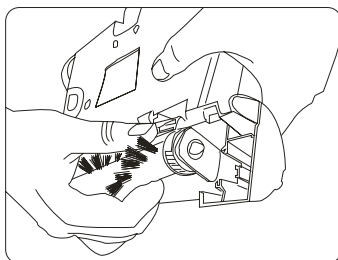

Fig. 13
5. Soulevez le capuchon à l'extrémité de la barre de la brosse pour le sortir de la fente. (Fig. 13)
9. Insérez la barre de la brosse dans la fente. (Fig. 13)